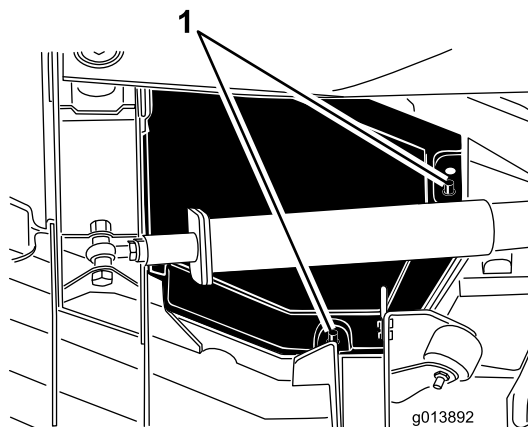

Рисунок 83
4. Снимите задний и внутренний края крышки с монтажных штырей (**Рисунок 83**).